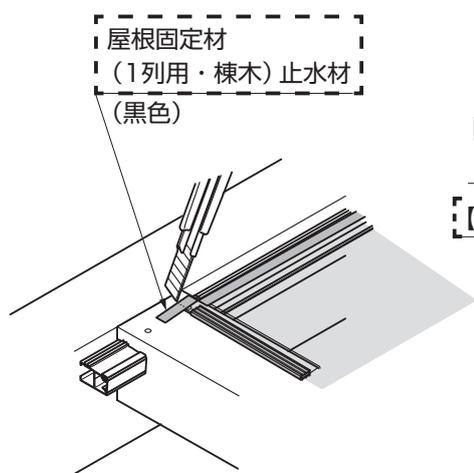

図10-4
- 余分な部分をカッターなどで取り除いてください。(図10-4参照)